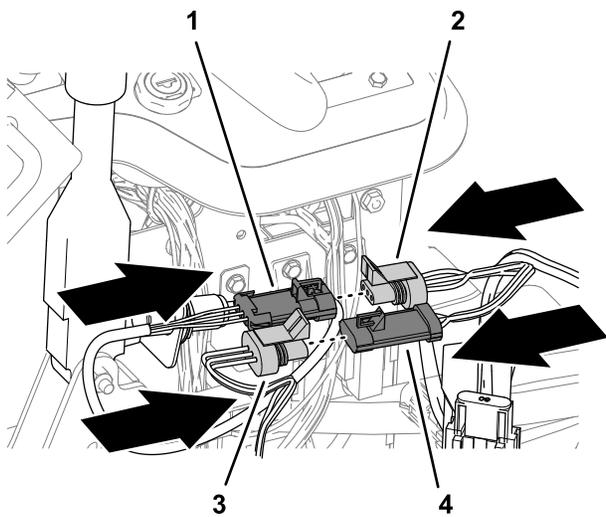

図 15
2. 駐車ブレーキスイッチの 3 ソケットコネクタを、電源ハーネスの 3 ピンコネクタに接続する 図 15。
3. マシンのハーネスの 3 ピンコネクタを、電源ハーネスの 3 ソケットコネクタに接続する 図 15。